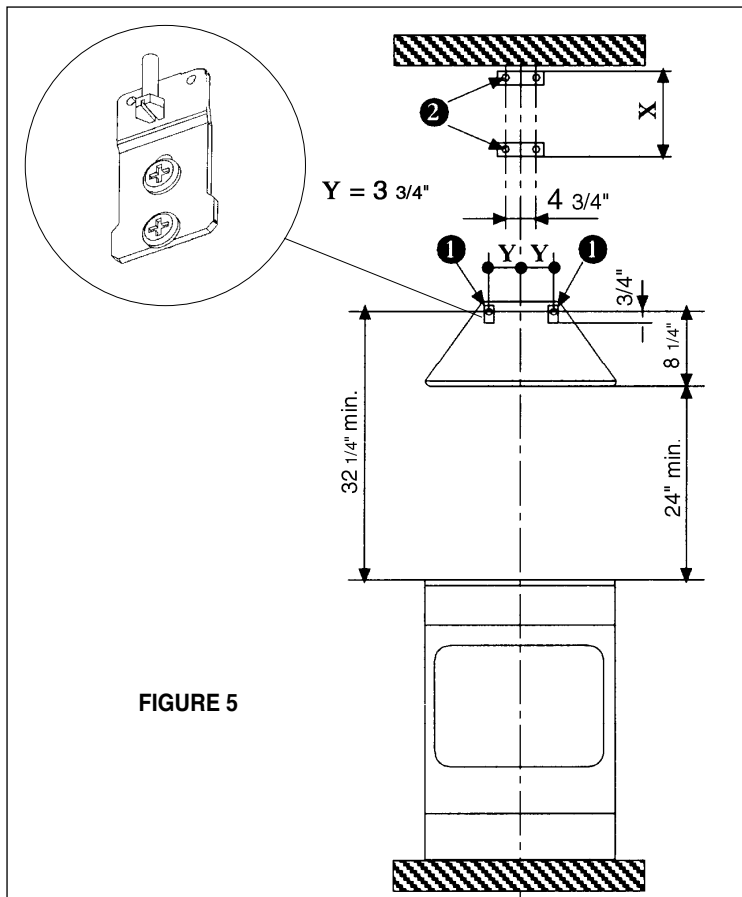

FIGURE 5
3. La hotte Synthesis s'installe au mur avec deux fixations (**1 de la FIGURE 5**). La hotte est suspendue par deux fixations qui doivent être installées avec les collerettes sur le dessus de la fixation et pointant vers l'extérieur du mur. Avant d'installer les fixations, installer les vis de réglage au bas de la fixation. Ces deux vis sont fournies dans le nécessaire de ferrures et ont des têtes hexagonales avec une encoche pour un tournevis à lame plate. Les dimensions à la **FIGURE 5** sont pour l'installation de la hotte à 24 po au-dessus du plan de travail.
4. La cheminée s'installe au mur par deux fixations (**2 de la FIGURE 5**). Noter la position des fixations. La fixation supérieure doit être installée à environ 1/8 po du plafond. La fixation inférieure doit être installée au point inférieur du manchon de la cheminée supérieure.